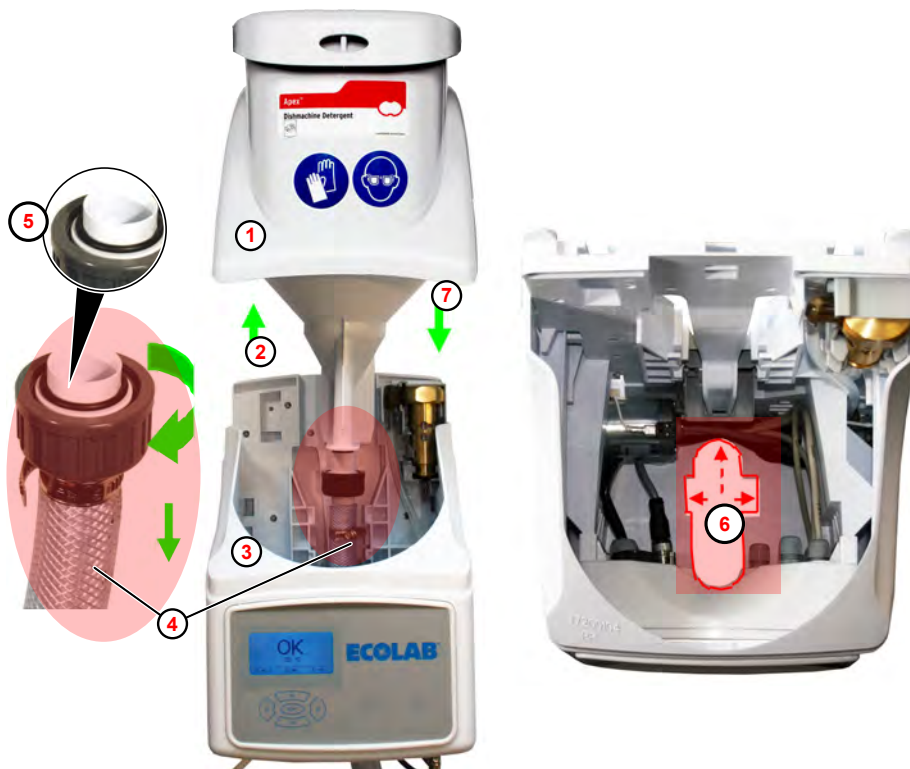

Abb. 13: Trichter demontieren
1. ➤ Trichter (Abb. 13 , ①) nach oben raus ziehen ② .
2. ➤ Trichter mitsamt Ablaufschlauch ④ nach oben aus dem Gehäuse ziehen.
4. ➤ O-Ring ⑤ von Hand reinigen.
6. ➤ Alle Verbindungsleitungen im Gehäuse vom Trichterschacht ⑥ fernhalten.
7. ➤ Trichter wieder von oben in das Gehäuse ③ einschieben ⑦ .
8. ➤ Ablaufschlauch ④ wieder am Trichter handfest aufschrauben.